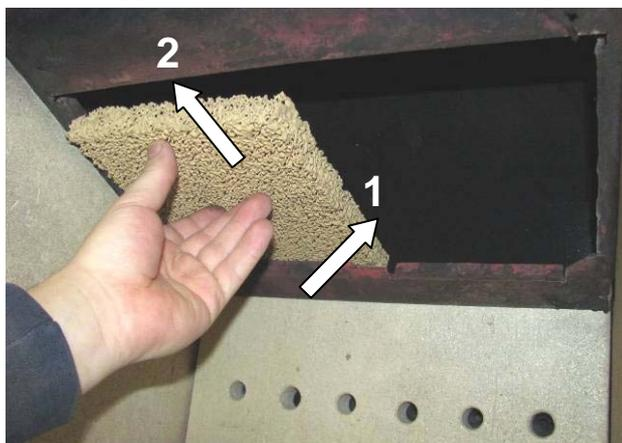

Fig. 10 : montage du filtre HiClean®
1. Positionner une plaque de filtre HiClean® sur le support du filtre à l'arrière dans le foyer (Fig. 10). L'amener ensuite en position finale vers l'avant afin que la plaque repose sur le support (voir Fig. 11).